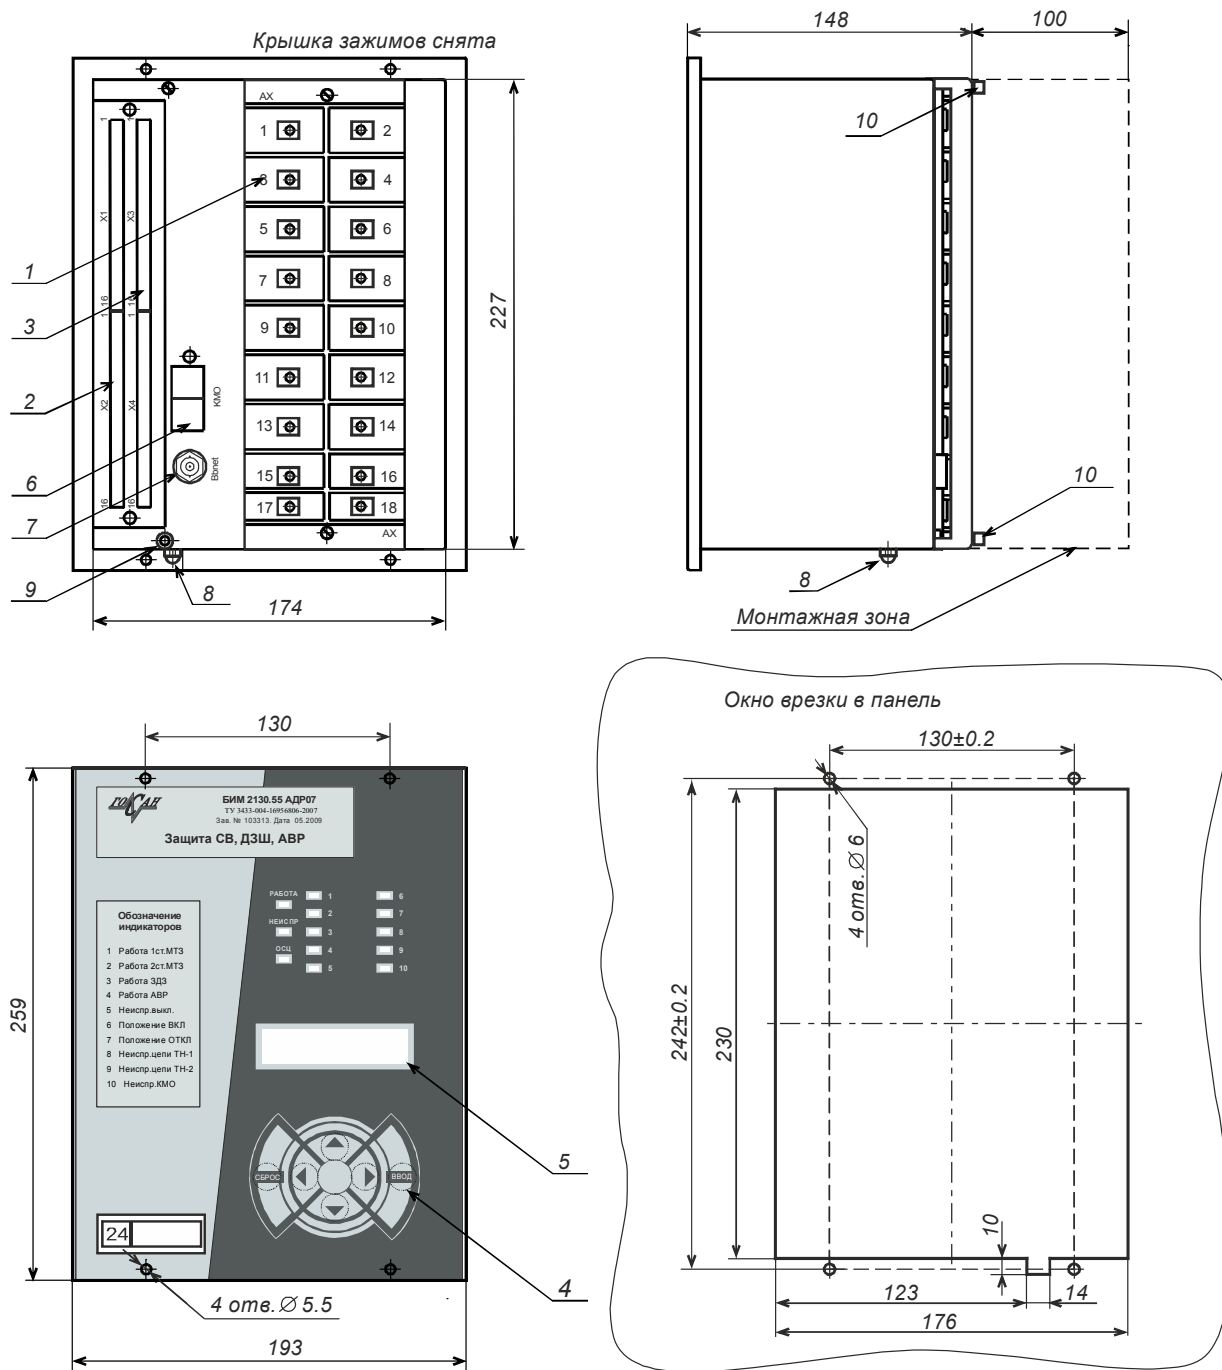

Рис. 3 Общий вид модификации БИМ 2XXX
БИМ 2XXX – для врезки в панели и дверцы шкафов, с монтажом цепей с тыльной стороны (рис. 3). Выполнен в едином корпусе. На лицевой стороне корпуса находится блок индикации с символьным дисплеем (5) и клавиатурой (4). На тыльной стороне корпуса расположены блок клеммных зажимов аналоговых цепей и питания AX1-AX18 (1), разъёмы дискретных входов X1-X2 (2), разъёмы дискретных выходов X3-X4 (3), разъём интерфейса Vbnet (7) и разъёмы канала межмодульного обмена (6). Винт заземления терминала (8) расположен на нижней стороне корпуса.